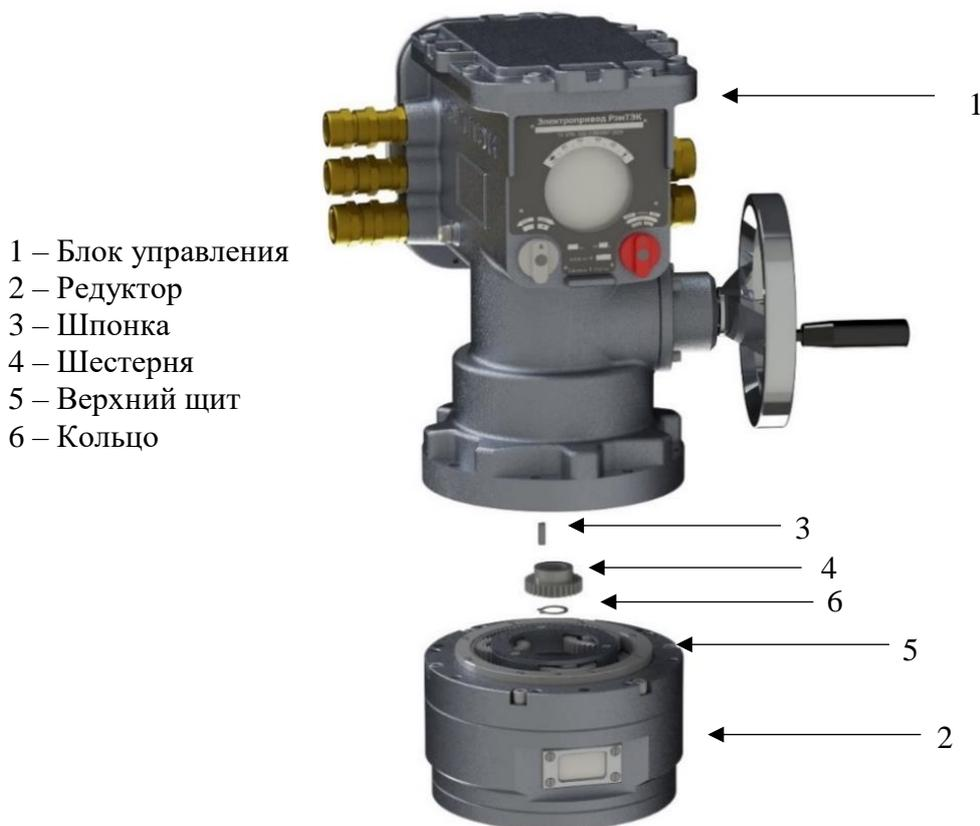

Рисунок 29 – Порядок замены редуктора
- с помощью шестерни (поз.4) Рис.29;